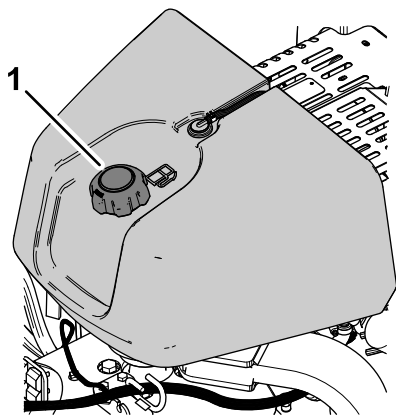

Figura 29
2. Pulite l'area attorno al tappo del serbatoio del carburante e rimuovetela (Figura 29).